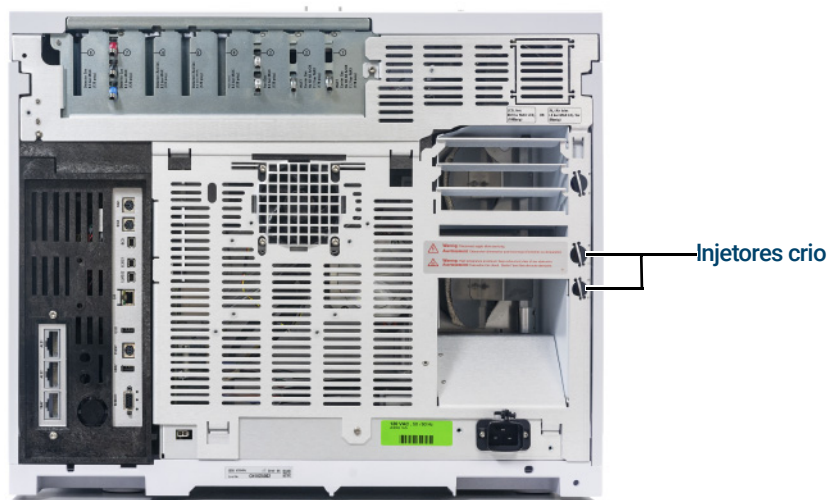

Figura 14. Conexões da válvula de resfriamento criogênico de N₂
- 2 Localize a entrada de refrigerante na parte de trás do GC. Prepare tubulação suficiente que alcance do tanque de suprimento até essa saída. Consulte a **Figura 14**.